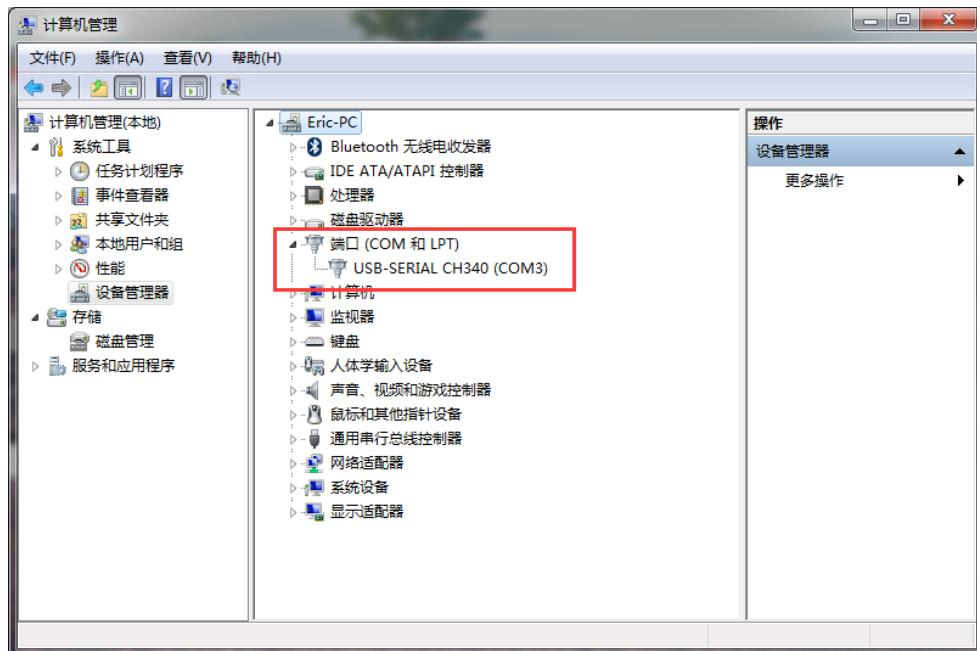

图 2.10 设备管理器中的串口信息
**步骤 3** 打开“设备管理器”窗口。如果在“端口（COM和LPT）”中可以找到“USB-SERIAL CH340 (COM3)”，则说明驱动安装成功，如图 2.10 所示。